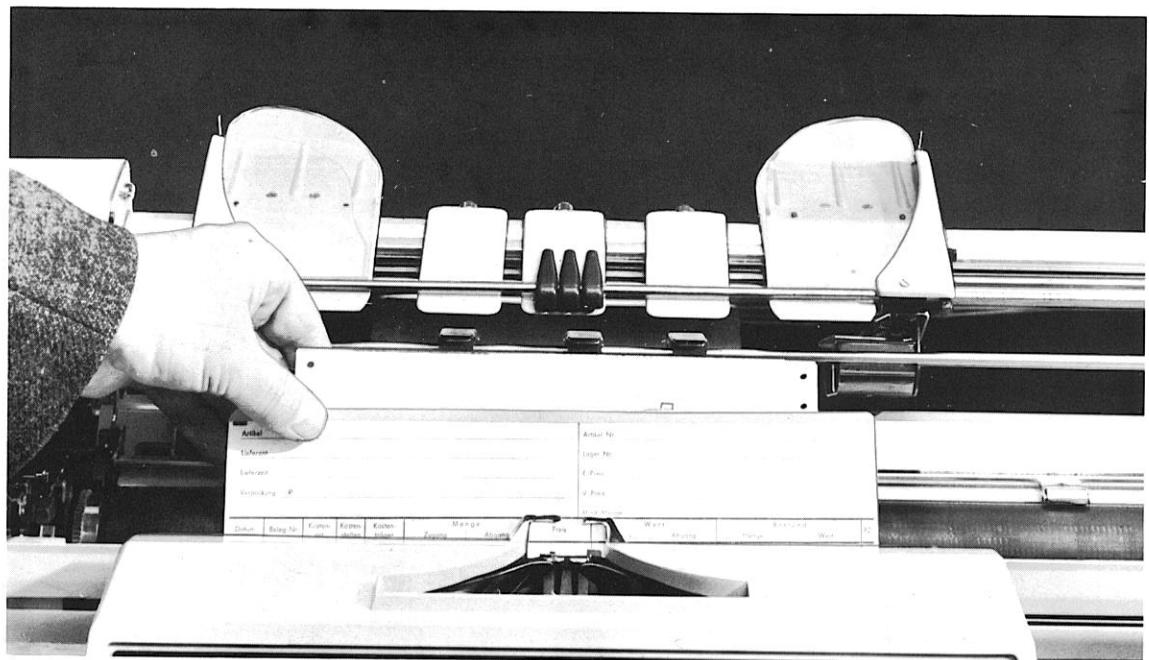

Abb. 17 Einführerleichterung für Endlosformulare
- Normales Papier (evtl. Kontokarte quer) – in jeweiliger Endlosformularbreite – vorn in den separaten Schacht für das Endlosformular von oben durchschieben, bis im hinteren Teil des Schachtes einige Millimeter herausschauen (s. Abb. 17) – Einführungserleichterung für Endlosformulare –